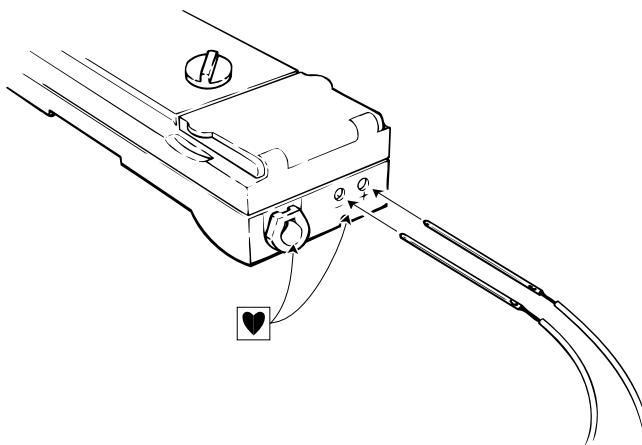

Figura 9-4. Collegamento diretto di cavi cardiaci al Modello 5348.
2. Premere i pin del connettore nei fori corrispondenti sul blocco del connettore nel modo illustrato (cfr. la Figura 9-4).